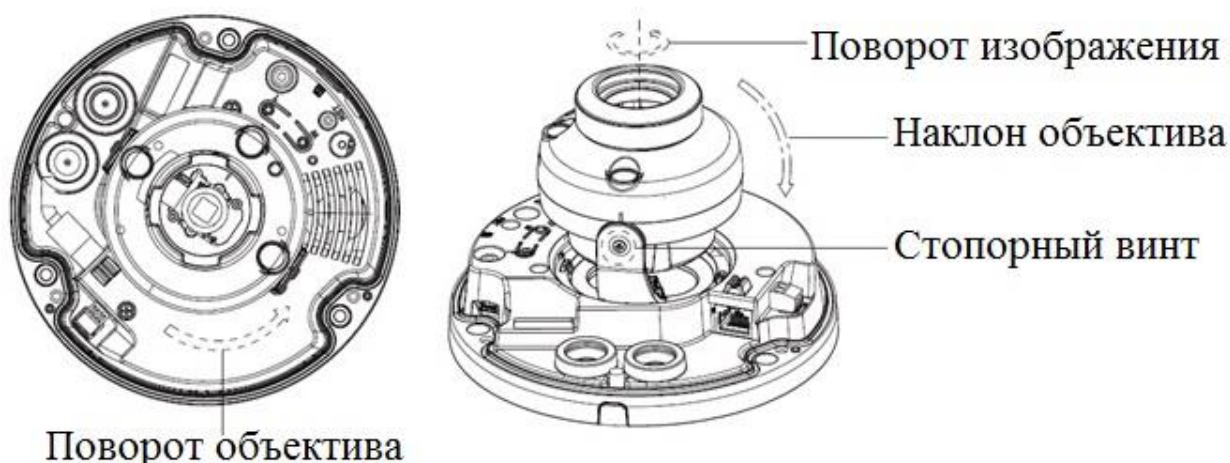

Рисунок 7.5
7.7 Ослабьте два стопорных винта с обеих сторон и отрегулируйте объектив для получения требуемого угла обзора (рис.7.5).